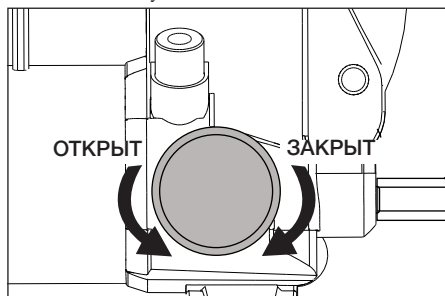

Рисунок 8 – выпускной клапан (все модели, кроме Р-84).
1. Закройте выпускной клапан поворотом ручки по часовой стрелке до упора. См. рисунок 8.